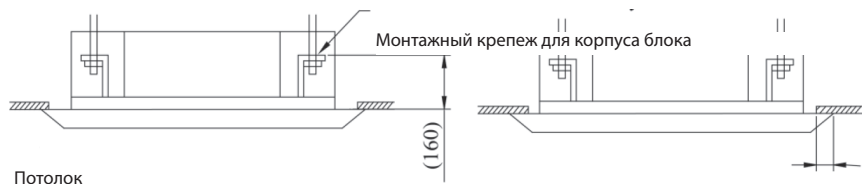

Рисунок 3
3. Отрегулируйте положение блока в установочном проеме (см. рис. 3)